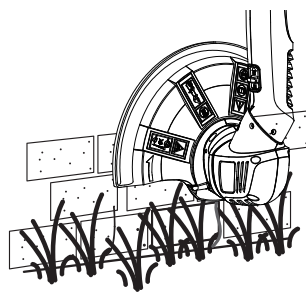

Fig. 15
- > Ajuste el ángulo del cabezal de corte (7) a la hora de recortar la hierba en los bordes del césped. Evite que el hilo de corte haga contacto con objetos duros, tales como paredes y bordillos (Fig. 15).